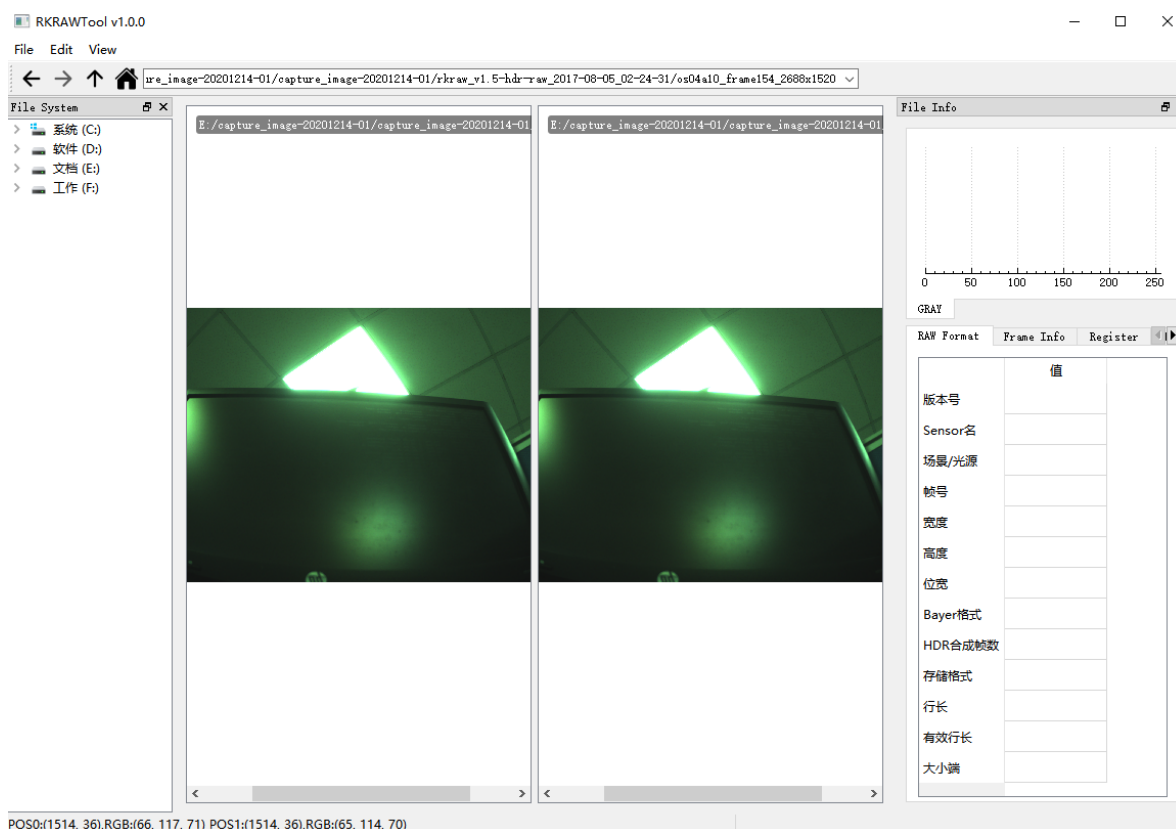

图2-5-3
5.比较功能，按住ctrl，同时选择2张以上图像点击Compare进行比较，如图2-5-3所示。